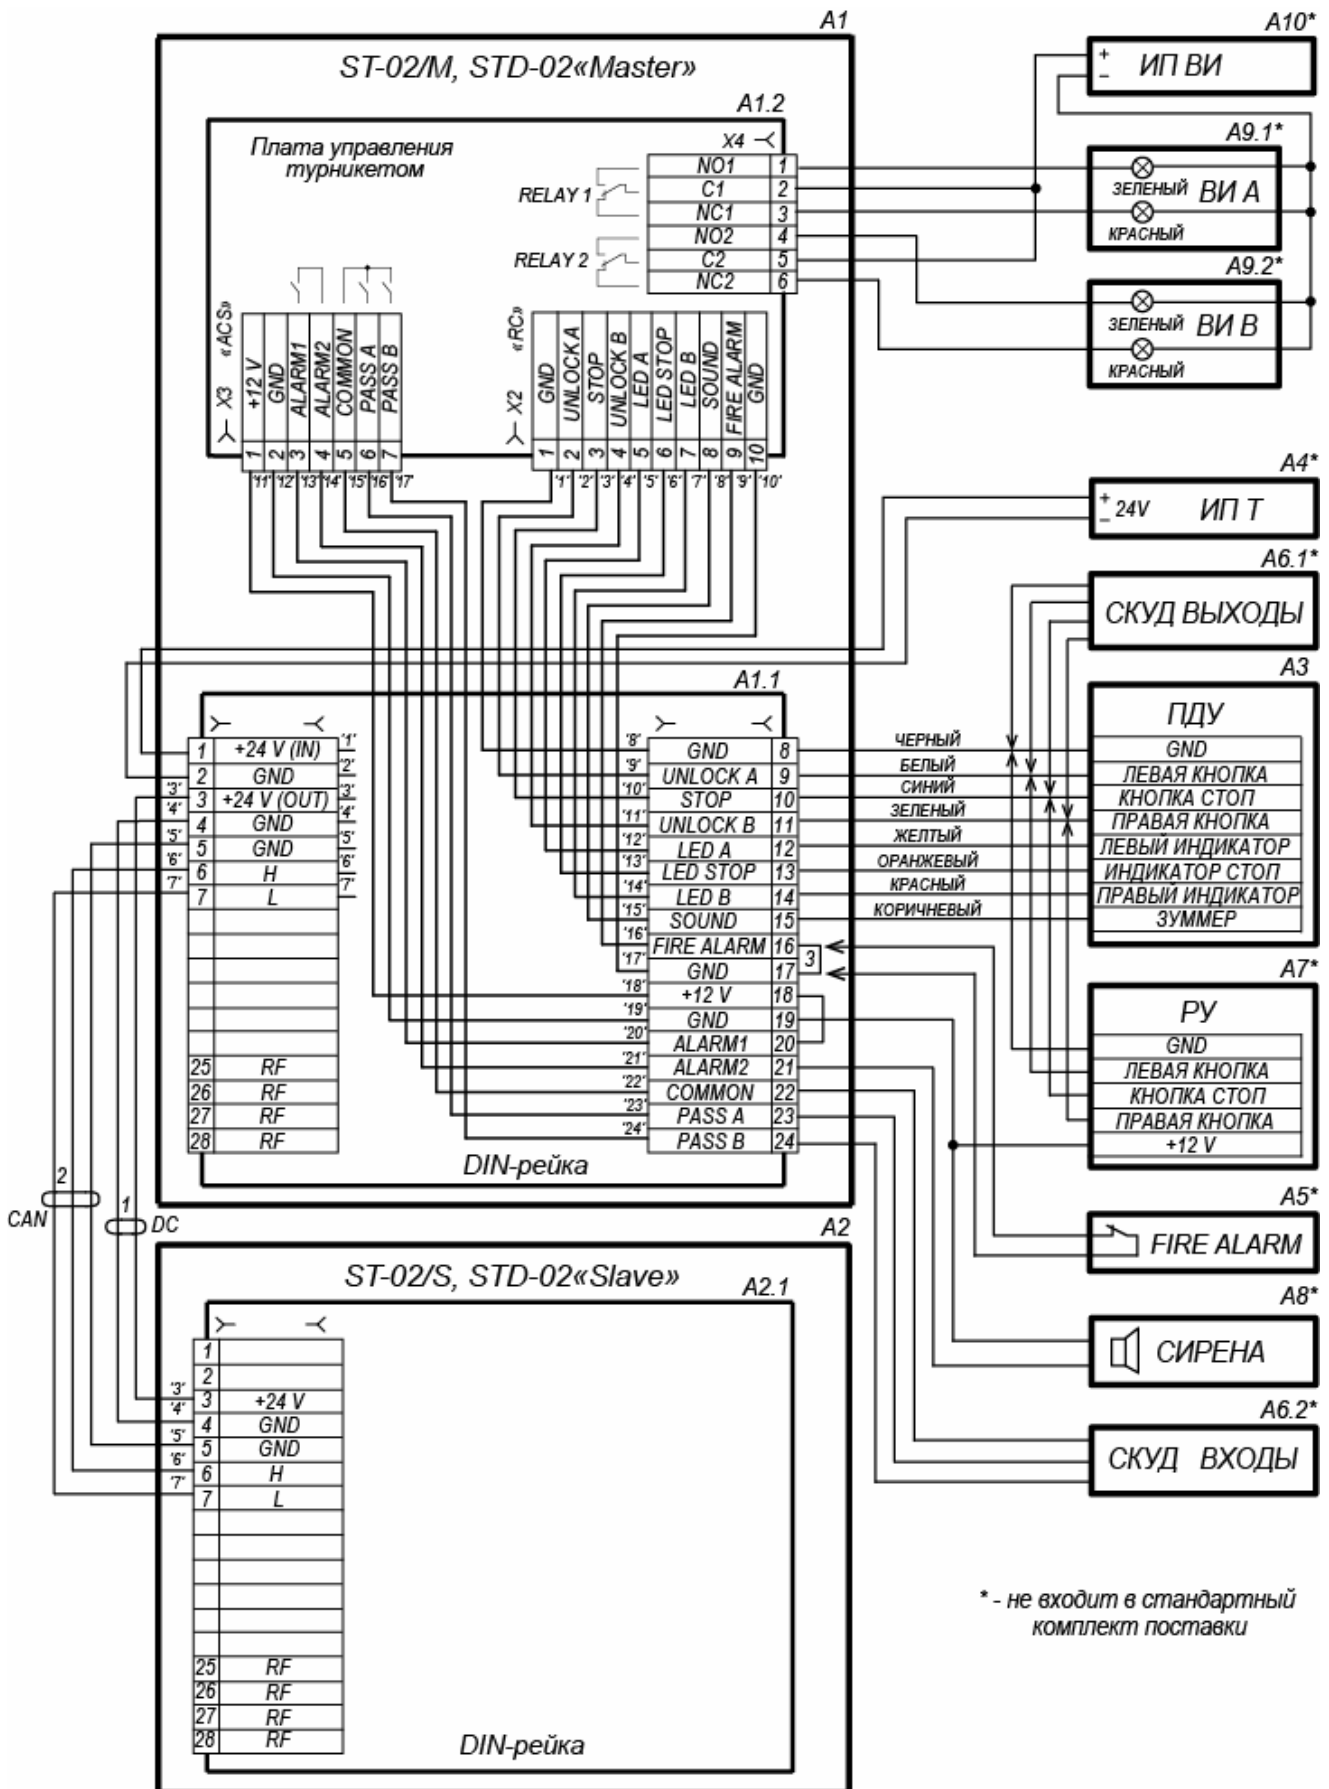
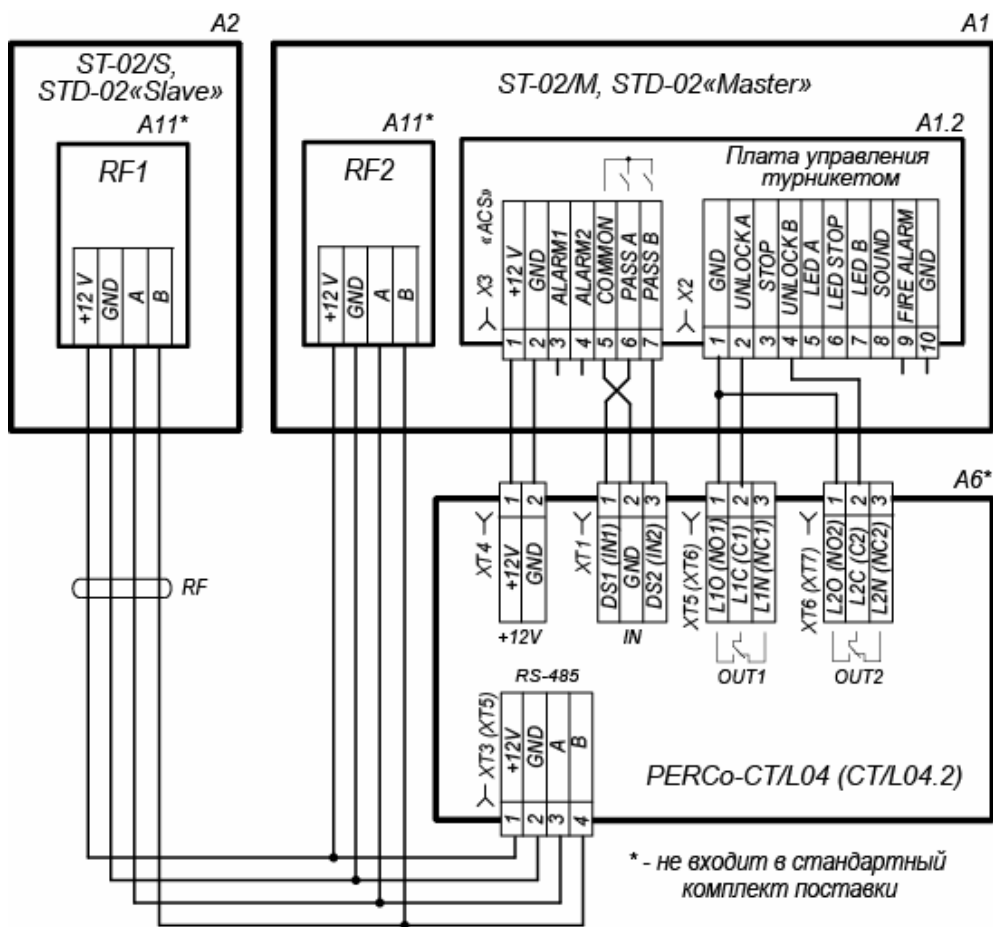

Рисунок 17. Схема электрических соединений турникета
Рисунок 18. Вариант подключения к турникету контроллера СКУД PERCo-CT/L04
- каналы для подводки кабелей от внешних устройств (источника питания (12), ПДУ (11) или контроллера СКУД, устройства *Fire Alarm* (13) и другого дополнительного оборудования – к отверстиям для ввода в секцию *Master* и для ввода в двусторонние секции;
- каналы, соединяющие отверстия для ввода кабелей противоположных секций (сторон двусторонней секции) одной зоны прохода – для подводки соединительных кабелей DC (9) и CAN (10)1, а также по необходимости при установке встроенных в турникет считывателей – кабель для соединения считывателя из секции *Slave* с контроллером СКУД (кабель RF на схемах на рис. 16 и рис. 18).
17. Выньте изнутри каждой секции (стороны секции) и подключите внешние соединительные кабели к выносной колодке подключения согласно схеме электрических соединений турникета (см. рис. 17). Вставьте и закрепите на место выносную колодку. Аккуратно уложите подсоединенные к ней кабели внутри корпуса секции.
Для удобства входы и выходы встраиваемого в турникет контроллера СКУД могут подключаться не к контактам DIN-рейки, как показано на схеме (рис. 17), а непосредственно к соответствующим им контактам платы управления (разъемы **X2** и **X3**, рис. 6). Вариант схемы подключения представлен на рис. 18.